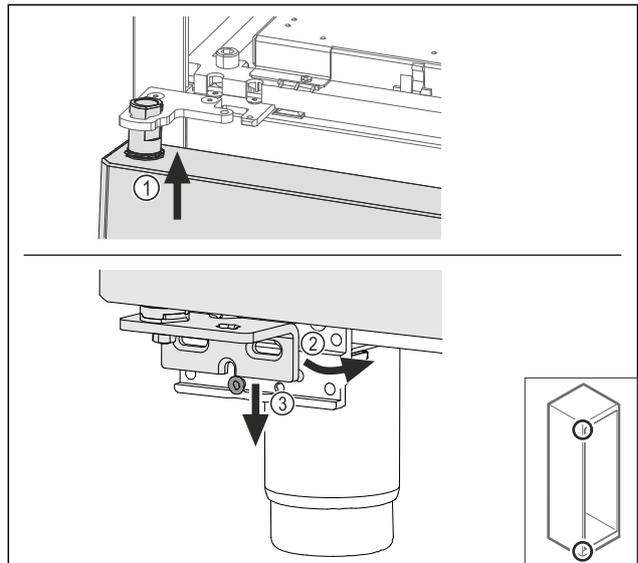

Fig. 68
- ▶ Enfiler la porte légèrement inclinée en haut Fig. 68 (1), redresser la porte Fig. 68 (2) et la poser en bas sur la vis du support de palier Fig. 68 (3).